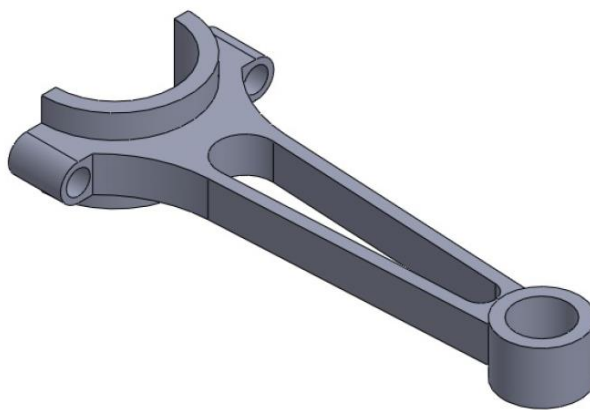

Рисунок 5.50 – Модель після створення дзеркальної копії отвору
- ж) Створіть дзеркальну копію щойно створеного отвору (рис. 5.50).